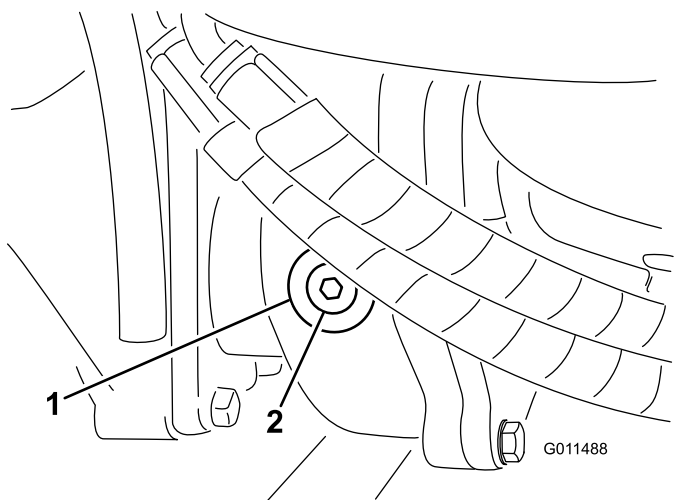

図 93
2. ギアボックスの左側から点検・補給用プラグ 図 93 を抜き、穴の高さまで潤滑油があることを確認する。油量が足りなければ穴の下部まで補給する。